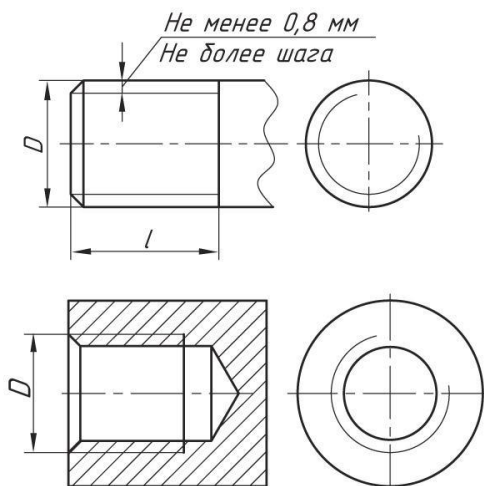

Рисунок 5 – Изображение резьбы: внешней (вверху) и внутренней (внизу)
На внутренней поверхности (в отверстии) резьбу показывают сплошными толстыми основными линиями по внутреннему диаметру и сплошными тонкими — по наружному (см. рис.5). Сплошную тонкую линию проводят на расстоянии не менее 0,8 мм от основной линии и не более величины шага резьбы.
3. Выполнить в рабочей тетради рисунок 5,6,12, болт